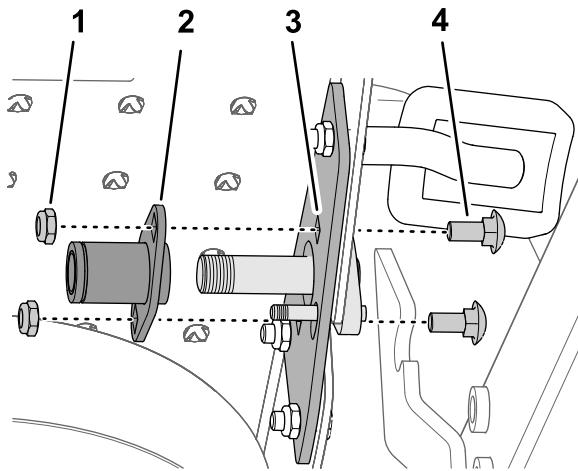

Рисунок 12
9. Установите плиту с втулками на шарнирный кронштейн и фланец подножки (Рисунок 12) с помощью 2 каретных болтов ($5/16 \times \frac{3}{4}$ дюйма) и 2 контргаек ($5/16$ дюйма).